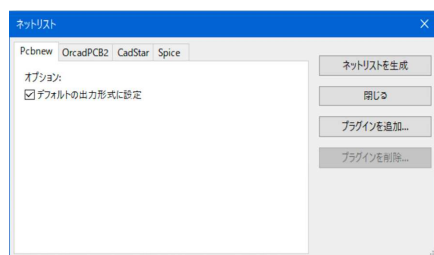

図8-1
- ① 上ツールバー  「ネットリストの生成」をクリックします。
- ② 「ネットリスト」ダイアログの「ネットリストを生成」をクリックします。図8-1
- ③ デフォルトのファイル名tutorial1.netで出力します。
- ④ ネットリストの出力が終わったら「閉じる」をクリックします。